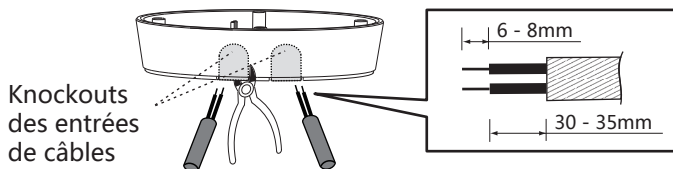

FIG.16
- Pour alimenter les câbles AC à travers les côtés de la boîte de raccordement, veuillez utiliser les pinces pour couper les knockouts des entrées de câbles qui s' y trouvent. Insérer ensuite les câbles dans la boîte de raccordement pour les alimenter. Veuillez dénuder 6 – 8 mm pour faciliter le câblage (Voir FIG.16).